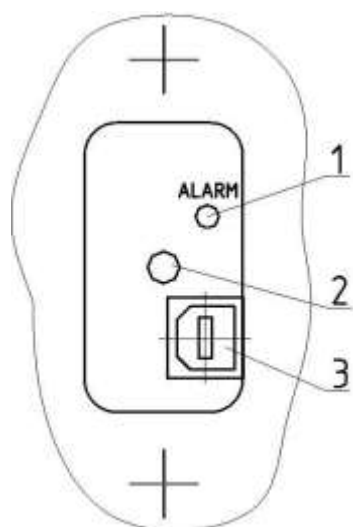

Рисунок 9.2
9.1.2 Снимите крышку 6 (рисунок 6.1) для подключения компьютера через USB-интерфейс (рисунок 9.2). При наблюдении за состоянием индикатора «Alarm» необходимо находиться сбоку или за извещателем.